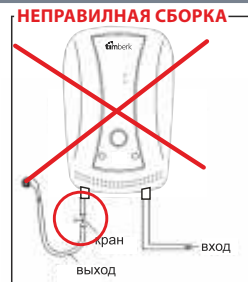

Рис. 5
- Запрещается установка перекрывающего крана на выходе горячей воды из водонагревателя (рис.5).